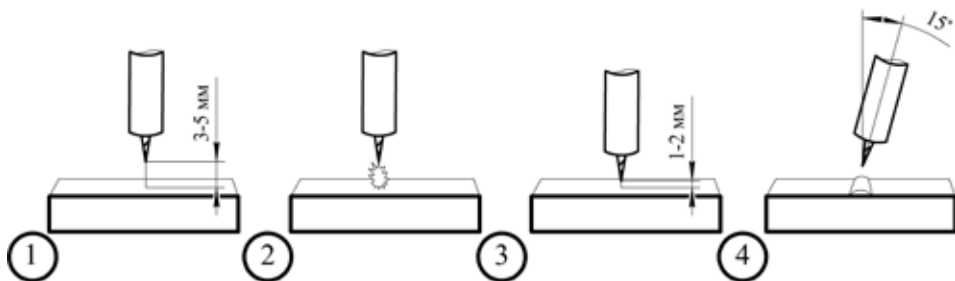

Рис. 7.4. Высокочастотный поджиг дуги.
**Высокочастотный поджиг HF** - позволяет зажечь ТIG дугу без касания к изделию. Основное преимущество в том, что при зажигании дуги в основном металле не остается вольфрамовых включений (см. рисунок 7.4).